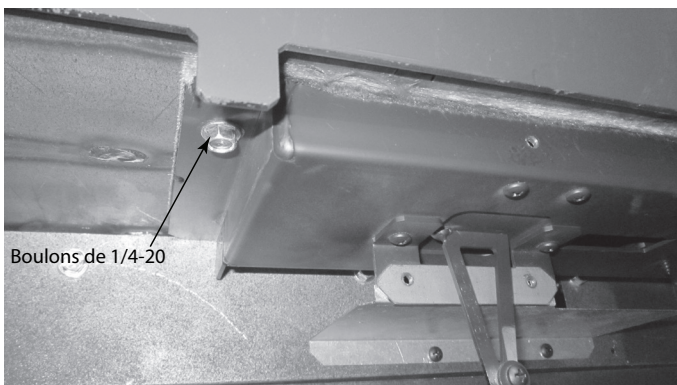

Figure 4.19 Emplacement des boulons
6. Tout en soutenant la chambre à air, retirez les deux (2) boulons 1/4-20 à chaque extrémité. Puis tirez-le vers le bas et sortez-le par l'avant. Voir les figures 4.19 et 4.20.